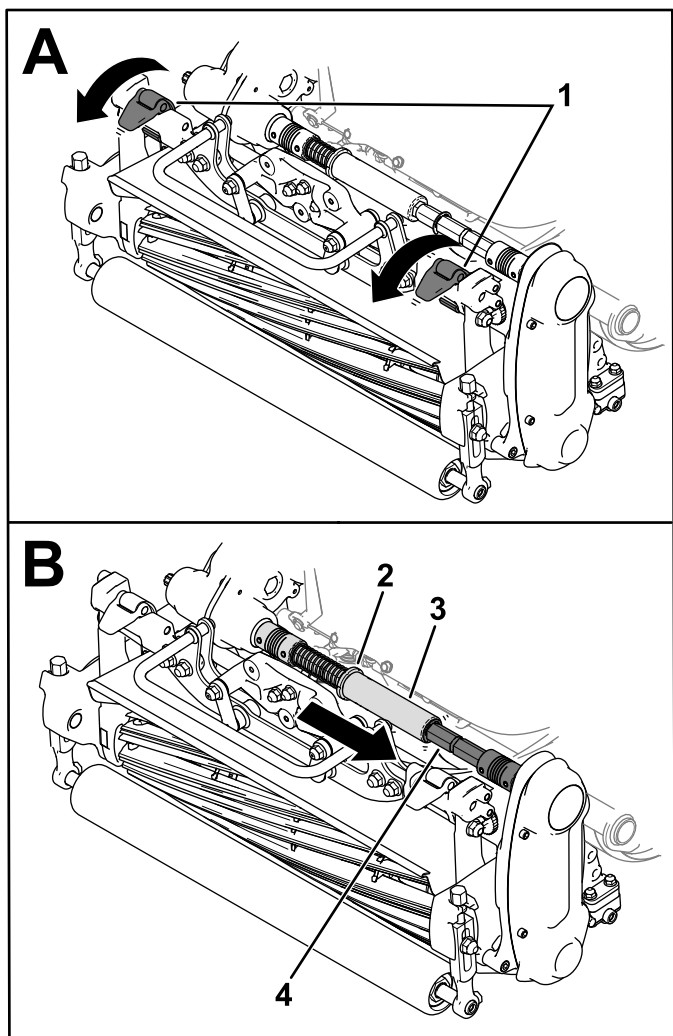

图 27
3. 向下移动悬挂门锁以将滚刀组固定到机器上 图 27。
4. 将环圈移出变速箱联轴器轴槽并将六角管道插入滚刀组联轴器轴 图 27。